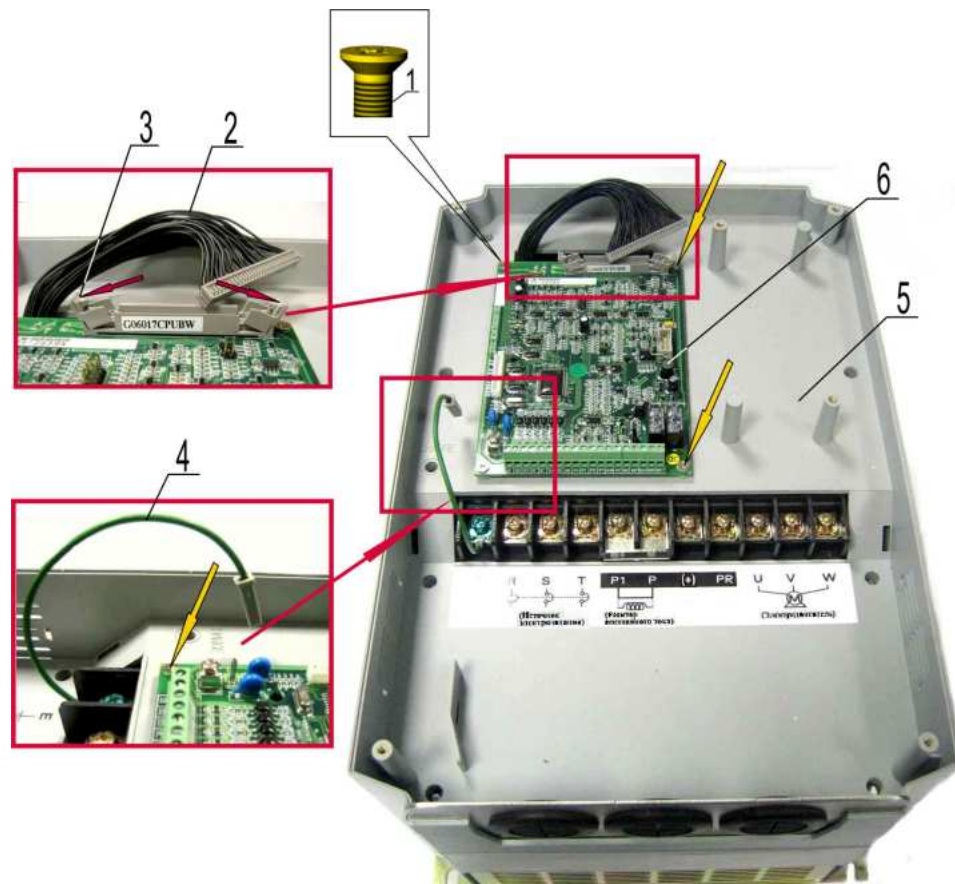

Рис. 6.4
6.4.1. Отжать в стороны фиксаторы разъёма 3 на плате 6, отсоединить разъем шлейфа 2 (рис. 6.4). Место приложения усилия рукой показано красными стрелками.
6.4.2. Отсоединить провод заземления 4 от контакта Е на плате ЦП (рис. 6.4).
6.4.3. Выкрутить четыре винта 1 (рис. 6.4, желтые стрелки) крепления платы 6 к средней части корпуса 5. Демонтировать плату ЦП. Положить плату ЦП и винты в тару.